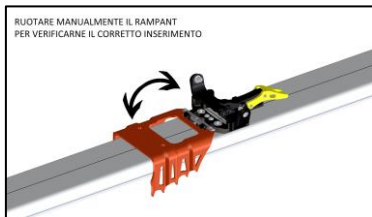

FIGURA 29
- Una volta inserito correttamente e centrato nella sua sede, rilasciare il rampante, ottenendo la posizione rappresentata in **FIGURA 29**.
- Testare poi la corretta stabilizzazione laterale del rampant e che sia libero di oscillare sul perno di fissaggio, come rappresentato in **FIGURA 29**.